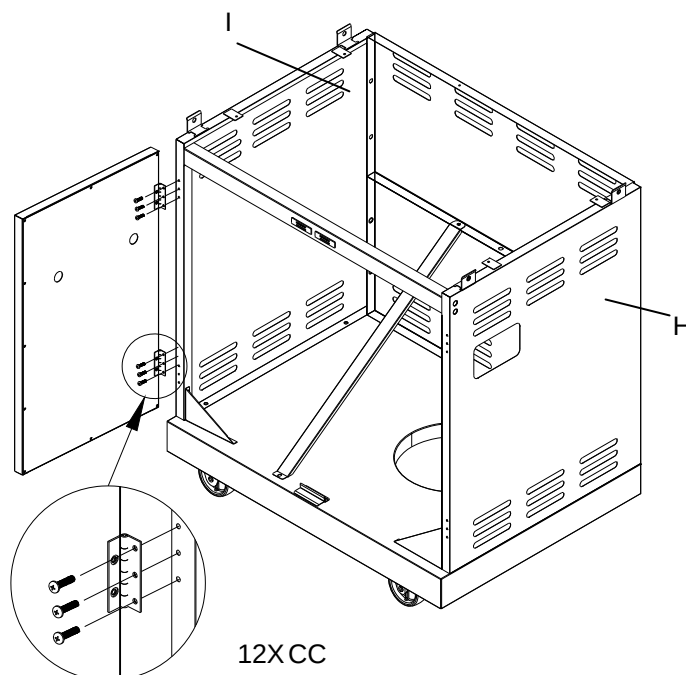

Fig.10
- a). Retirer les quatre vis à tête bombée 5/32 po x 10 mm et quatre rondelles plates 5/32 po qui sont pré-assemblées sur les supports du réceptacle à graisse (Z). Fixer les supports du réceptacle à graisse (Z) sur le réceptacle à graisse (D) en utilisant les quatre vis et rondelles plates qui viennent d'être enlevées. Resserrer ensuite les vis (voir la fig. 10).